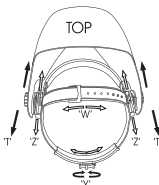

Fig.5
- **Ajustar la fijación del casco.** La circunferencia de la cinta de la cabeza se puede reducir o aumentar girando la tuerca en la parte trasera del casco. (Ver ajuste "Y" en la Fig.5). Realizar el ajuste con el casco puesto para un mayor confort.
**Paso 1:** aflojar la tuerca de guía (ver "T" en Fig. 5) para ajustar la distancia entre el casco y la cara en posición baja.
**Paso 2:** Afloje la tuerca de bloqueo en ambos lados de la pantalla y sitúela más o menos cerca de sucara. (Ver ajuste "Z" en Fig. 5). Es importante que ambos ojos estén a la misma distancia de la lente, si no el efecto de oscurecido puede parecer desigual.